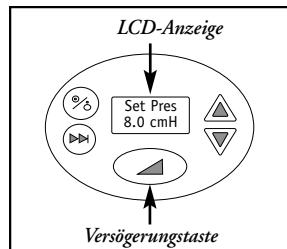

Abbildung 8
4. Drücken Sie die Verzögerungstaste (**Abbildung 8**), um den Druckverzögerungsdurchgang zu starten, sofern verschrieben. Der Druck wird auf den Startdruck vermindert und nach Ende der Verzögerungszeit zur verschriebenen Druckeinstellung zurückkehren.